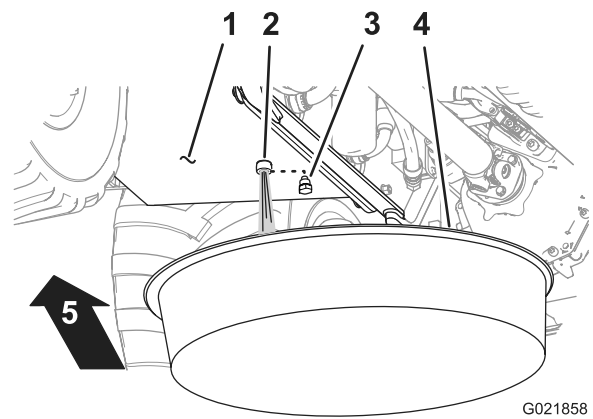

Figure 90
4. Placez un bac d'au moins 75,7 L (20 gal. américains) sous le bouchon de vidange du réservoir hydraulique (Figure 90).
5. Retirez le bouchon de vidange du réservoir de liquide hydraulique (situé sous le réservoir) et vidangez le réservoir (Figure 90).
7. Remettez le bouchon de vidange en place (Figure 90).